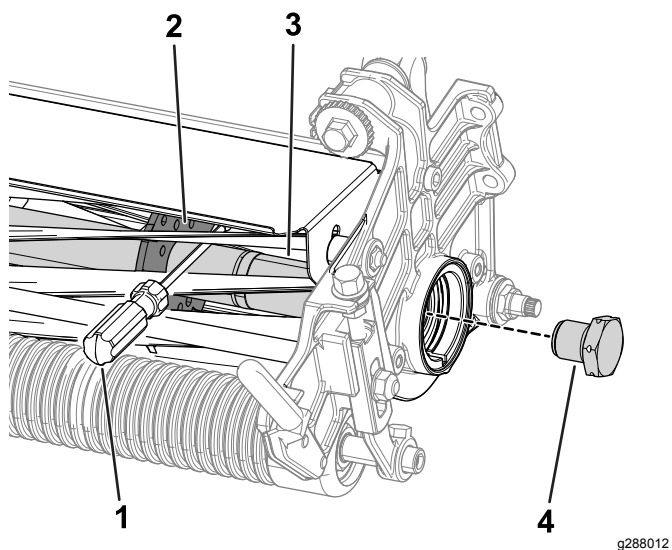

Рисунок 28
1. Вставьте монтировку с длинной ручкой (рекомендуется использовать монтировку размером $\frac{3}{8}$ x 12 дюймов с ручкой как у отвертки) через переднюю часть режущего барабана и максимально близко к боковой части режущего блока, к которому вы будете прилагать крутящий момент (Рисунок 28).
2. Установите монтировку, прижав ее к сварной стороне опорной пластины барабана (Рисунок 28).